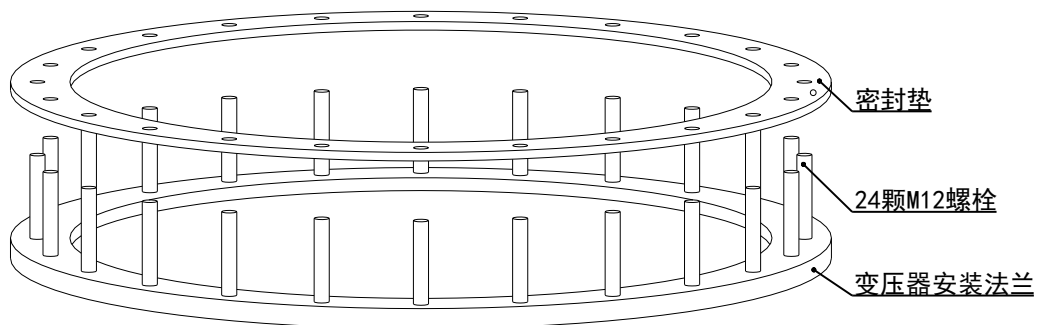

图 5-13 变压器安装法兰密封垫
- ✓ 擦净变压器安装法兰的密封面，放置密封垫。（见图 5-13）